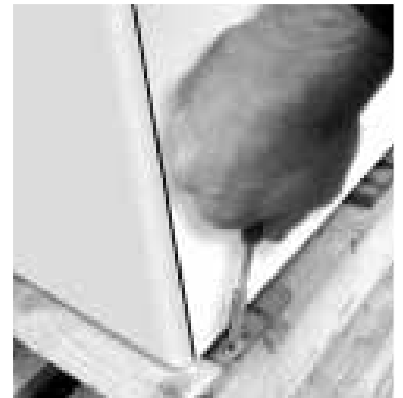

рис. 5
- открутить четыре винта, которые крепят блокировочные скобы котла к деревянному поддону (рис. 5);